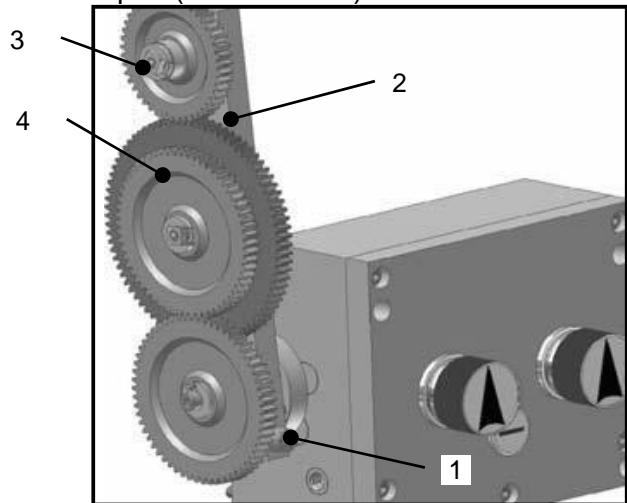

Рис. 15
- Ослабьте винт (1, Рис.15) поворотной консоли (2, Рис.15)
- Вырвите, повернув на себя, из зацепления со шпинделем консоль (2, Рис.15) с набором шестерен для удобства настройки
- Извлеките фиксирующие шайбы осей шестерен, и открутите квадратные гайки (3, Рис.15)
- Аккуратно снимите шестерни (4, Рис.15) с осей, извлеките передвигаемые сухари осей шестерен (не показаны).
После регулировки зазоров между шестернями и их фиксации, поворотом консоли (2, Рис.15) введите шестерни в зацепление с шестерней на шпинделе и зафиксируйте ее винтом (1, Рис.15).